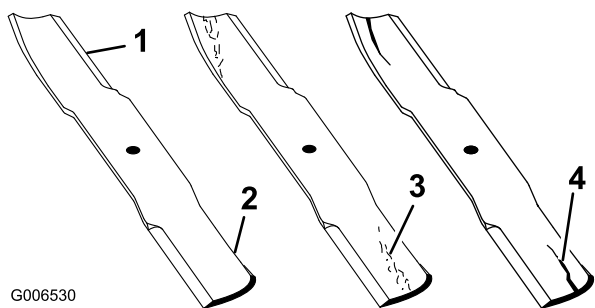

Bild 28
2. Prüfen Sie die Schnittkanten des Messers sorgfältig, insbesondere dort, wo die geraden Flächen die gebogenen berühren (Bild 28). Da Sand und anderes reibendes Material das Metall abschleifen kann, das
die flachen mit den gebogenen Teilen verbindet, müssen Sie das Messer vor jedem Einsatz der Maschine prüfen. Tauschen Sie das Messer aus, wenn Sie eine Abnutzung feststellen (Bild 28); siehe „Entfernen des Schnittmessers“.
Wenn sich das Messer abwetzen kann, bildet sich ein Schlitz zwischen dem Windflügel und dem flachen Teil des Messers (Bild 28). Zuletzt kann sich ein Stück des Messers lösen und aus dem Gehäuse herausgeschleudert werden. Das kann zu schweren Verletzungen bei Ihnen selbst und Unbeteiligten führen.